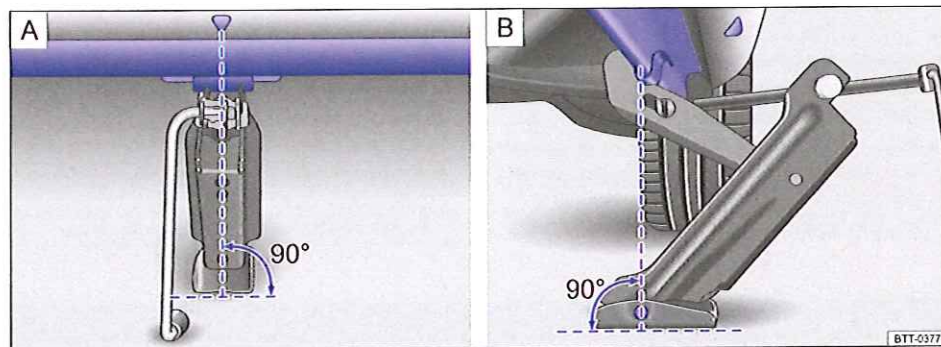

Fig. 267 Positionnement du cric à l'arrière, du côté gauche du véhicule.
- Positionnez le cric uniquement aux endroits préconisés. La griffe du cric doit saisir le talon du bas de caisse → fig. 267.